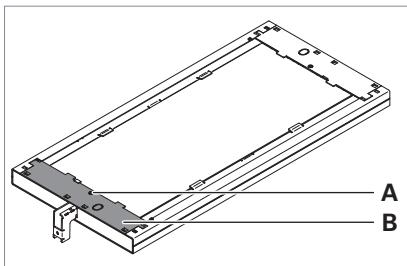

Fig. 1: Abdeckung entfernen.
- Drehen Sie die Schraube **A** aus der Abdeckung **B**, siehe Fig. 1.